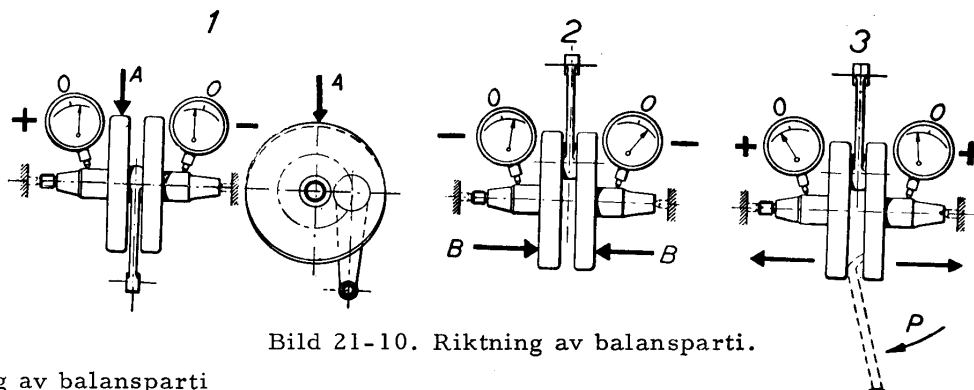

Bild 21-10. Riktning av balansparti.
- 2) Slå lagom hårt (+) med en kopparhammare på balanshalvan i angiven riktning (pil A, under 1, bild 21-10)
- 1) Om indikatorn visar + drar man isär balanshalvorna med en hävstång i angiven riktning (under 3, bild 21-10)
- 2) Om indikatorn visar -, klämmer man ihop balanshalvorna, t.ex. med en skruvtving i angivna riktningar (under 2, bild 21-10)